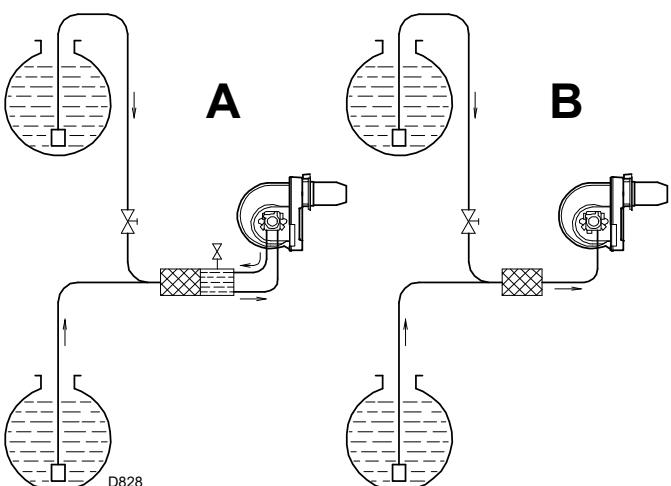

Fig. 16
- By-pass esterno alla pompa (**A**, Fig. 16) (da preferire)
- By-pass interno alla pompa (**B**, Fig. 16)